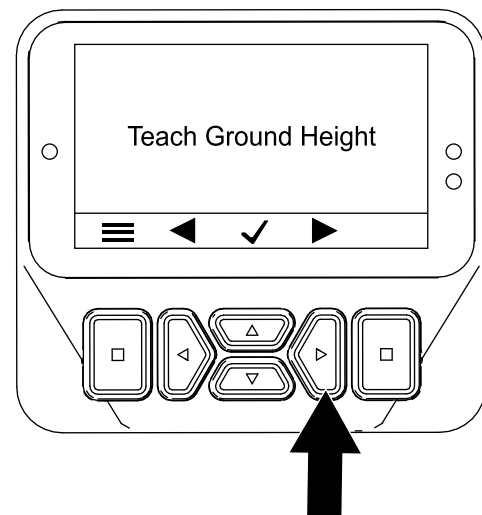

Bild 46
3. Drücken Sie die Taste „nach rechts“ zweimal, um den Bildschirm „Kalibrierung der Tines-Höhe über dem Boden“ anzuzeigen (**Bild 46**).